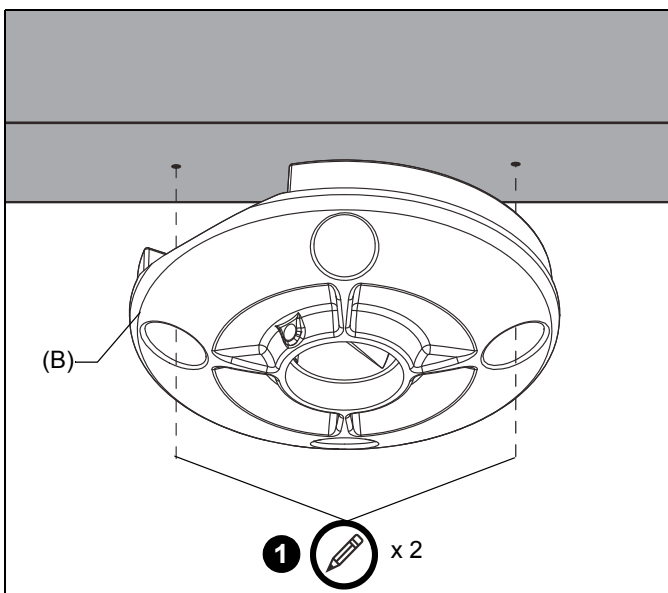

Figura 1
1. Usando a placa de teto (B) como modelo, marque os locais de dois furos-piloto. (Consulte a Figura 1) Certifique-se de que:
- São usados orifícios *OPOSTOS* na placa (B), e